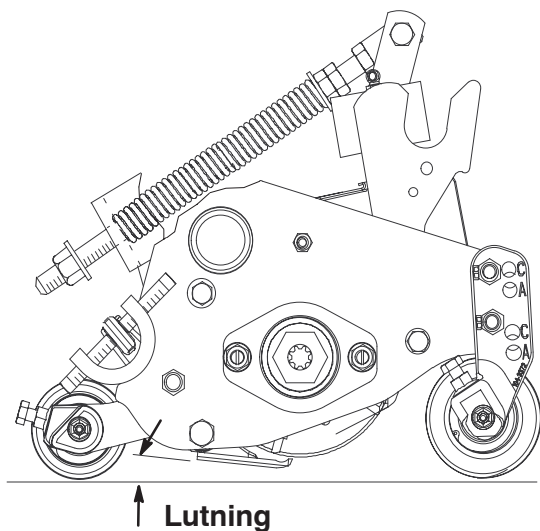

fig. 7
**Viktigt** Klippenhetens prestanda påverkas stort av klippenhetens ”lutning”. Lutningen är den vinkel som underkniven har i förhållande till marken (fig. 7). De justerbara främre och bakre fästena möjliggör varierbar justering av klippenhetens lutning inom kliphöjdsintervallet. Alla klippenheter på en maskin måste ha samma lutning, annars kan klippyntans utseende påverkas negativt.
De främre fästena har tre fasta lägen för inställning av kliphöjdens lutning inom samma kliphöjdsintervall (fig. 7). Varje ändring av läget ändrar klippenhetens lutning med tre grader. Lägena är: